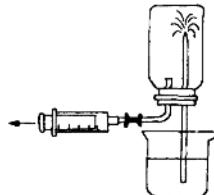

图4
2. 医用注射器作喷泉实验的减压器，饮料瓶作反应器。(如图4所示)